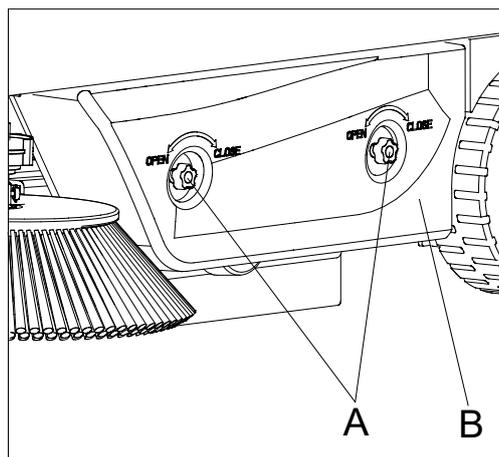

Figura 20
3. Svitare i due dadi della manopola (A, Figura 20) e rimuovere il coperchio lato sinistro (B, Figura 20).
11. Installare il coperchio lato sinistro (B, Figura 20) serrando i due dadi della manopola (A, Figura 20).